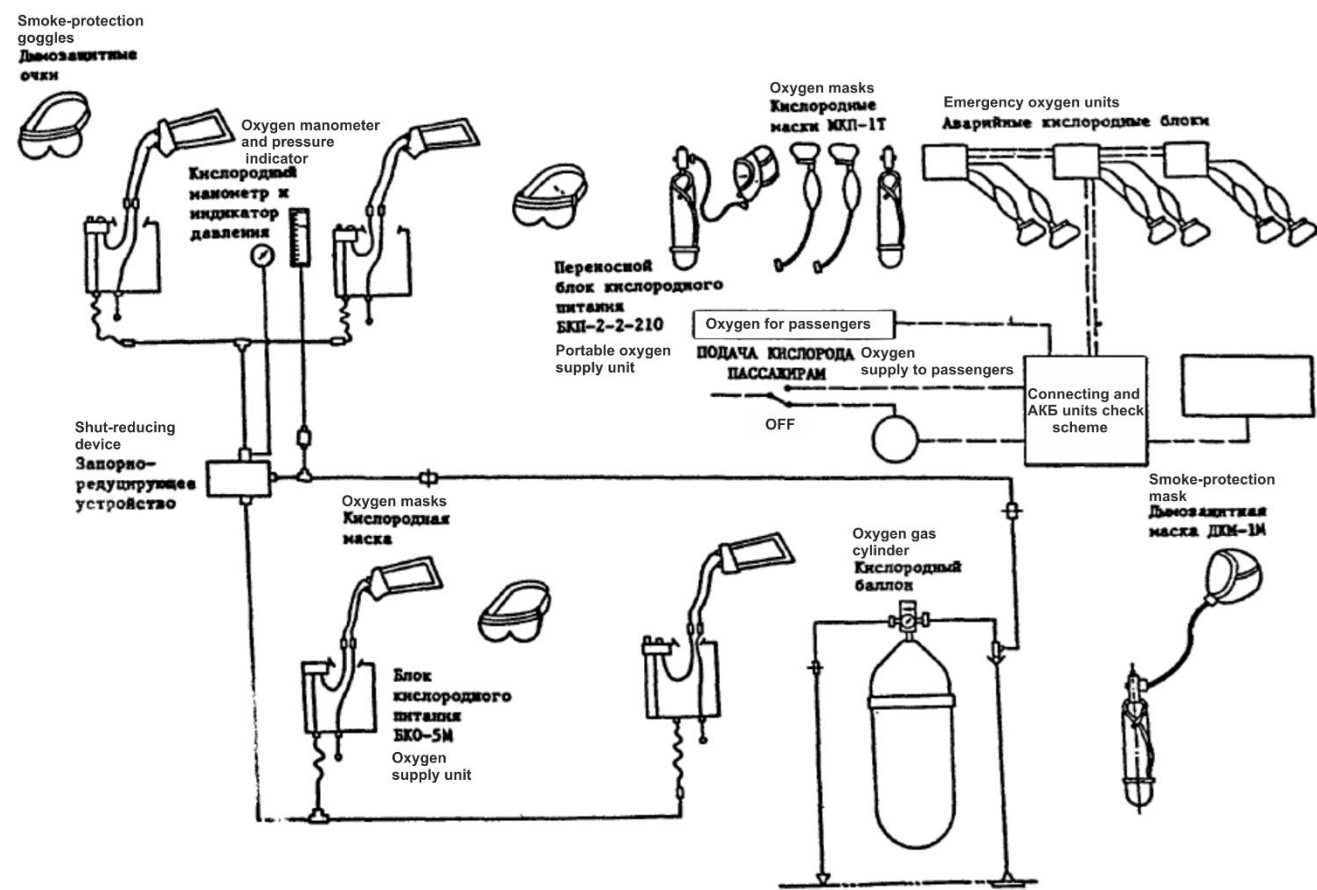

Fig 6. Oxygen equipment scheme
- Oxygen equipment scheme is shown at Fig.6
- Схема кислородного оборудования показана на рис. 6